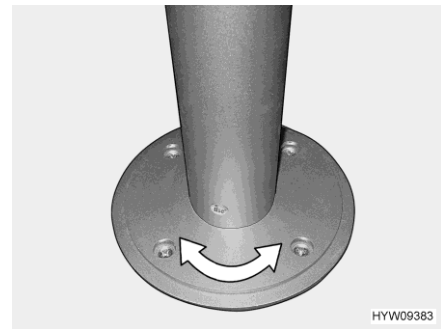

Bild 81 Pelar-bordsben (vridbart)
- Vrid bordsskivan till önskad position. Detta kräver en viss kraftansträngning eftersom bordsskivan vrids mot friktionsmotståndet på pelar-bordsbenet (Bild 81).